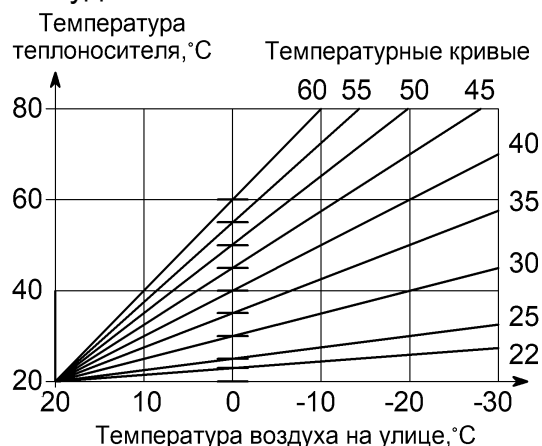
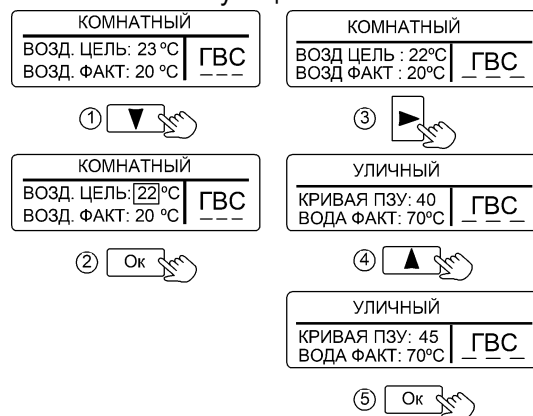
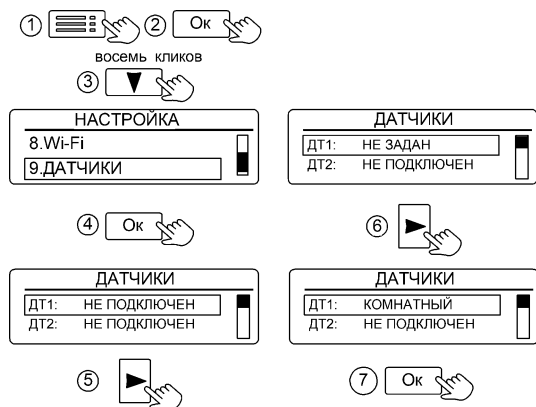

Рисунок 9. Зависимость температуры теплоносителя от температуры воздуха на улице
Рисунок 10. Настройка ограничения температуры и кривой ПЗУ
Рисунок 23. Настройка проводных датчиков
10.4 «УЛИЧНЫЙ» – режим поддержания температуры теплоносителя в зависимости от температуры воздуха на улице по одной из погодозависимых кривых (см. рис. 9). Датчик температуры воздуха устанавливается на улице.
Заводская настройка - 40. Это означает, что при 0°C на улице, температура теплоносителя будет +40°C. При понижении температуры на улице до -10°C, температура теплоносителя увеличится и составит около +50°C. Для изменения заводской настройки нужно в соответствии с рис. 9 выбрать ту кривую, при которой в помещении станет комфортно. Если в помещении холодно - следует выбрать кривую с большим номиналом, если жарко - с меньшим. Чем больше величина теплопотерь здания, тем выше номер кривой. Изменение значения кривой ПЗУ показано на рис. 10.
ние термостата. Если произведено подключение датчика температуры воздуха (см. рис. 23) и настроено ограничение температуры воздуха в помещении (см. рис. 10), то при достижении температуры воздуха в помещении установленного значения, нагрев теплоносителя будет прекращён. При понижении температуры воздуха, нагрев теплоносителя будет возобновлён. В случае подключения термостата, при достижении температуры воздуха в помещении установленного значения и замыкании контактов термостата, нагрев теплоносителя будет прекращён. При снижении температуры воздуха и размыкании контактов термостата нагрев теплоносителя будет возобновлён.
Настройка проводных датчиков выполняется в последовательности (см. рис.23):